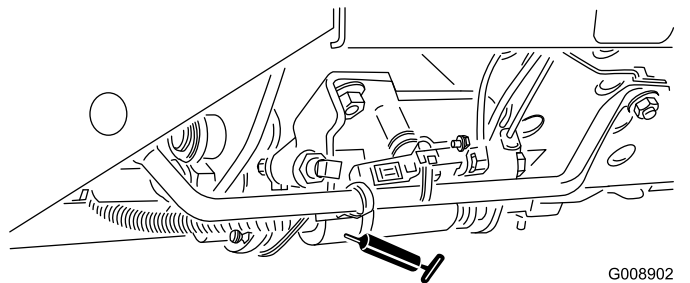

Figura 39
- Slitta di tosatura/trasporto (Figura 39)